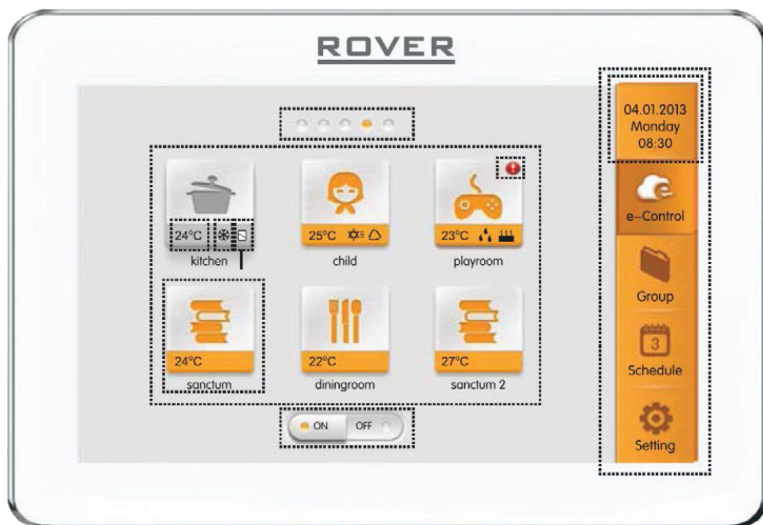

Рис. 8.3
8.4.3. Проводной зональный пульт управления RVR-E-CE53-24/F(C) (рис. 8.3).